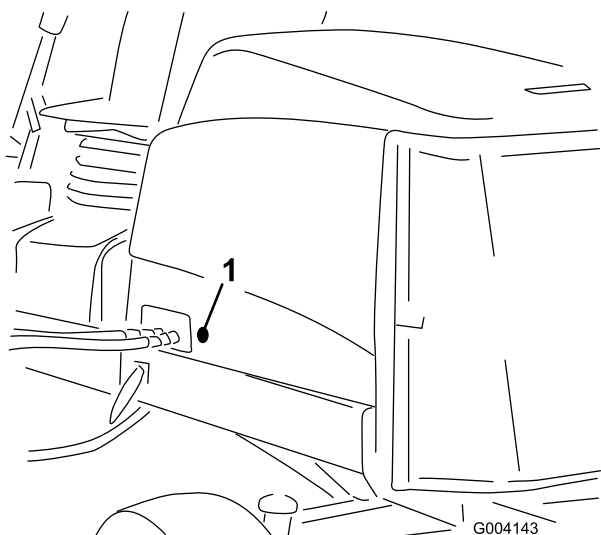

Figura 5
2. Retire el anillo de goma del orificio del lado izquierdo del capó (Figura 5).